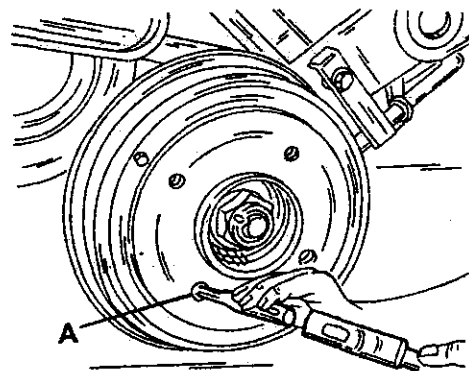

Рис. 274. Снятие тормозного барабана. Вставить отвертку или стержень в отверстие "А" и ударить.
- Снять тормозной барабан и ступицу колеса. Если тормозной барабан сразу не снимается обстучать его пластмассовым или резиновым молотком по кругу. Если и при этом тормозной барабан невозможно снять, вставить с передней стороны тормозного барабана отвертку (Рис. 274) и ударить по рычагу ручного тормоза, чтобы разблокировать механизм установки тормозных колодок. При этом отвертка нажимает на рычаг ручного тормоза приподнимает выступ накладки из его запора. Благодаря этому тормозные колодки устанавливаются в свое среднее положение.